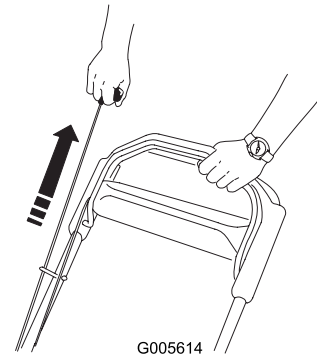

Bild 18
3. Lassen Sie den Motor mit dem Rücklaufstarter an (Bild 18).